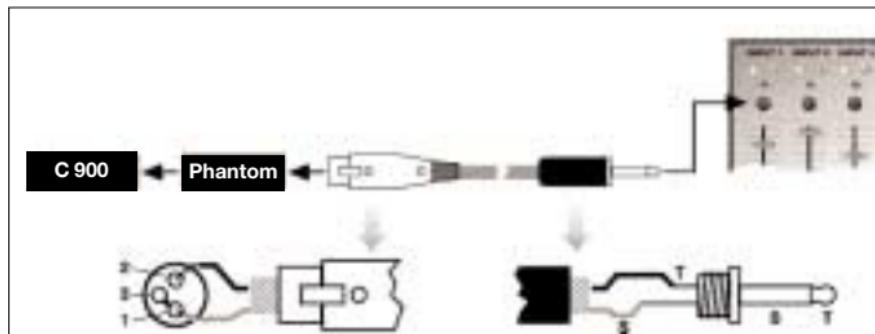

Abb. 2: Anschluss an asymmetrischen Eingang
1. Verbinden Sie im XLR-Stecker mittels einer Drahtbrücke Stift 1 mit Stift 3 und mit der Abschirmung. Siehe Abb. 2.